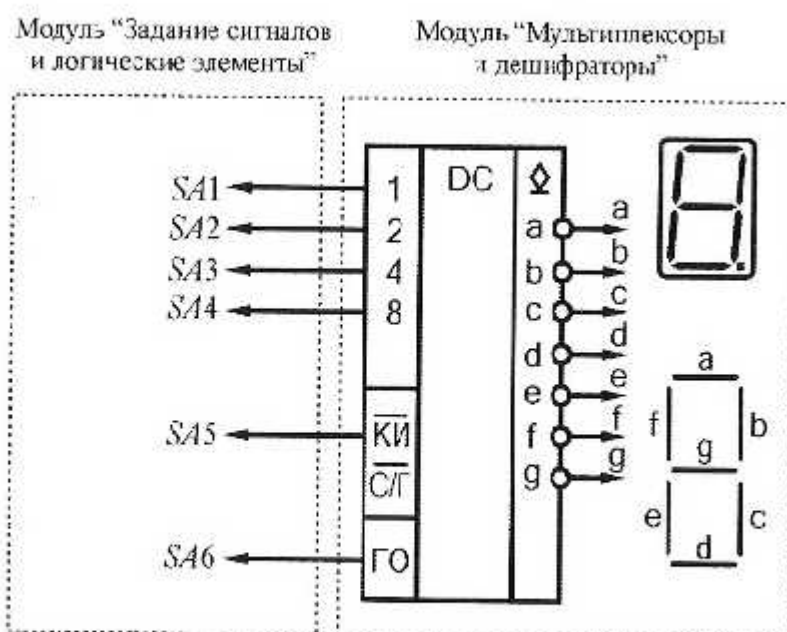

Рис. 4.3. Схема электрическая соединений лабораторных модулей для изучения дешифратора типа 74LS247N
3. Согласно рис. 4.3 выполнить электрические соединения модулей для изучения дешифратора типа 74LS247N. Монтаж схемы производить при отключенных автоматических выключателях и переключателях питания.
Состояния выходов a, b, c, d, e, f, g контролировать при помощи семисегментного индикатора на выходе дешифратора (рис. 4.3), свечение сегментов индикатора соответствуют наличию низкого уровня (логического 0) на соответствующих выходах дешифратора. Задавая различные комбинации логических уровней на входах 1, 2, 4, 8, $\overline{C/I}$, $\overline{K/I}$, $\Gamma 0$ заполнить таблицу истинности мультиплексора типа 74LS247N (табл. 4.3), в графу «индикация» заносить символ, соответствующий входному двоичному коду, отображаемый на индикаторе.